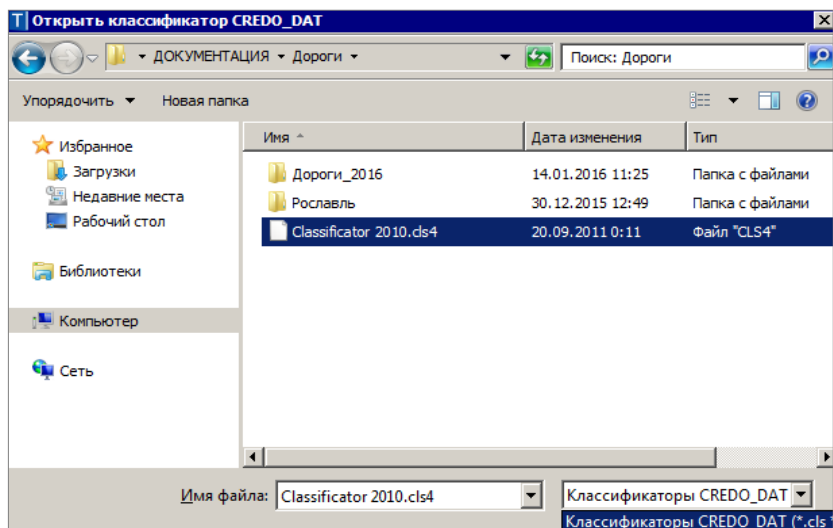

Рис. 2.6
– После выбора команды **Импорт классификатора CREDO\_DAT** следует выбрать файл определённого типа и открыть его (рис. 2.6).